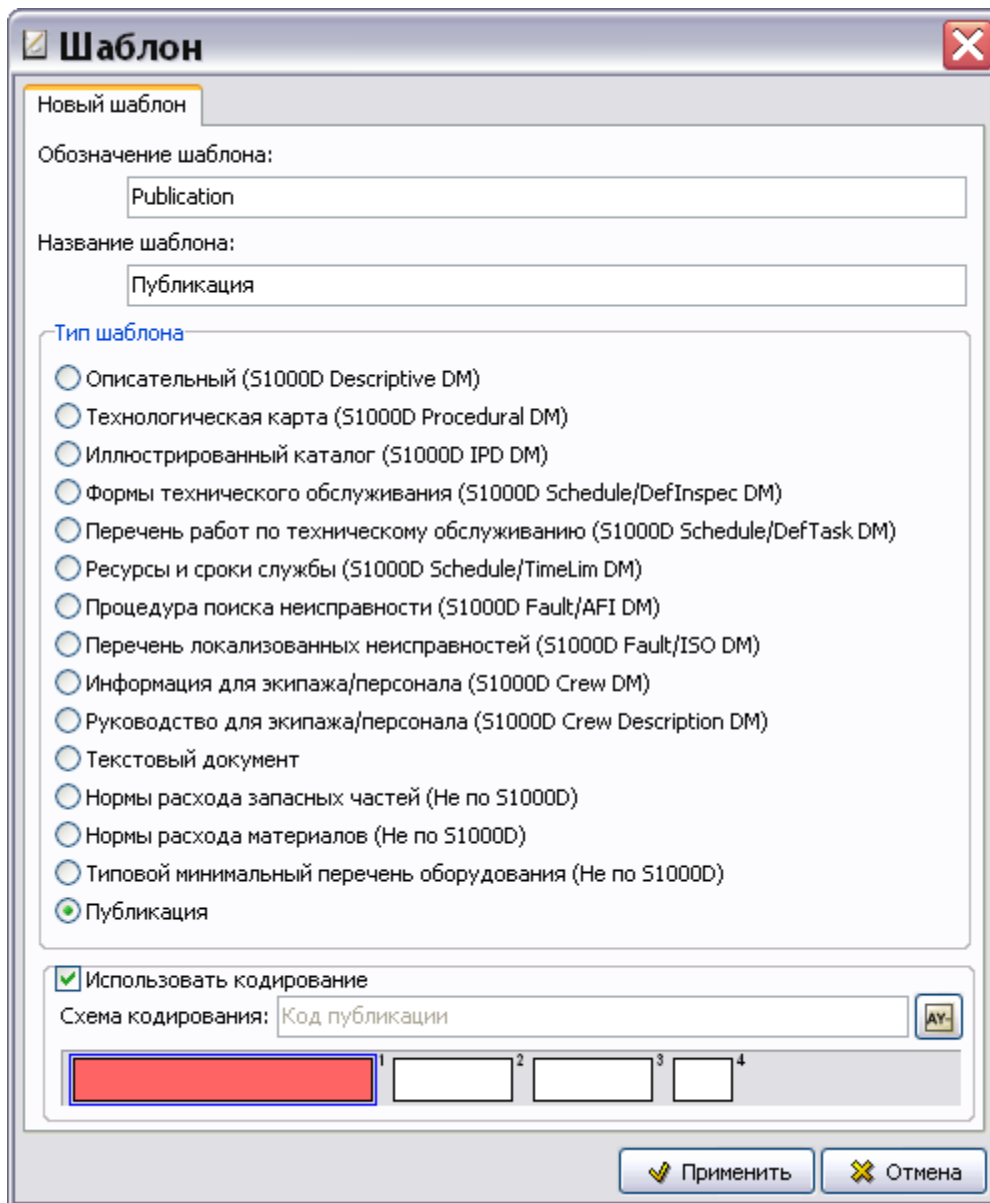

Рис. 3.76
2. В диалоговом окне **Шаблон** введите обозначение шаблона – «Publication» и название – «Публикация» (Рис. 3.76).